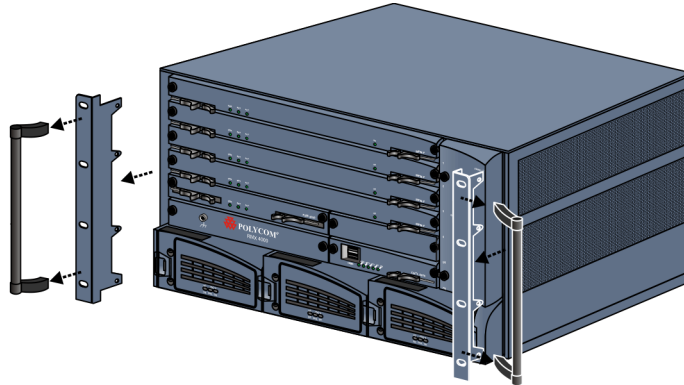

Abbildung 1-4 Entfernen und Anbringen von 19"- und 23"-Halterungen
- 1 Für die Montage des RMX 4000 auf einem 23"-Gestell müssen erst die Griffe und dann die 19"-Halterungen von der MCU entfernt werden. Dies ist in Abbildung 1-4 zu sehen.